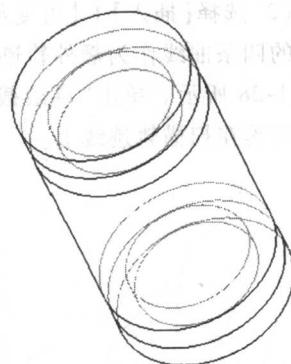

图 1-35
- (3) 输入旋转角度为 360 度，单击【确定】按钮，得到如图 1-35 所示的实体。